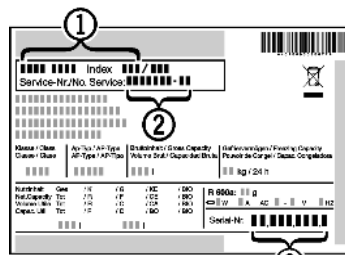

Fig. 42
- ▶ Gerätebezeichnung Fig. 42 (1), Service-Nr. Fig. 42 (2) und Serial-Nr. Fig. 42 (3) vom Typenschild ablesen. Das Typenschild befindet sich an der linken Geräteinnenseite.